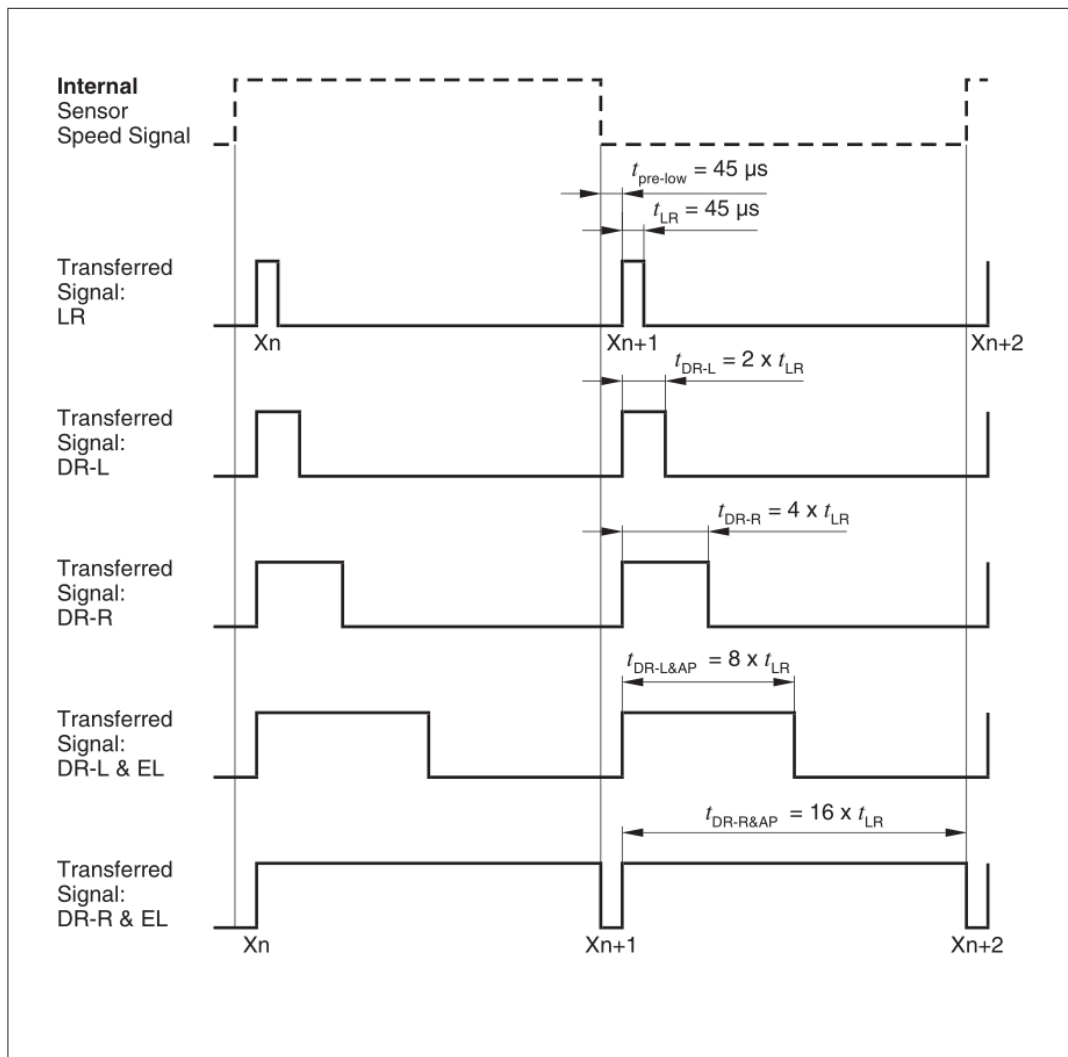

图10-1 PWM接口定义示意
具体信号参数见图 10-1 PWM 接口定义 (时序特性)。
除非特殊说明，以下参数均在输入信号恒定幅度和偏置下测试（测试条件为 VDD=12V，TA=25°C，电路参考测试电路图 10-1）。
| t _{pre-low} | 预输出低电流长度 | 图 10-1 | 38 | 45 | 52 | μs |
| t _{LR} | 警告脉冲长度 | 图 10-1 | 38 | 45 | 52 | μs |
| t _{DR-L} | 左旋转方向脉冲长度 | 图 10-1 | 76 | 90 | 104 | μs |
| t _{DR-R} | 右旋转方向脉冲长度 | ③图 10-1 | 153 | 180 | 207 | μs |
| t _{DR-L&EL} | 左旋与磁场低警告脉冲长度 | 图 10-1 | 306 | 360 | 414 | μs |
| t _{DR-R&EE} | 右旋与磁场低警告脉冲长度 | ④图 10-1 | 616 | 720 | 828 | μs |
| tDR-R | 右旋转方向脉冲长度 | ③图 10-1 | 153 | 180 | 207 | μs |